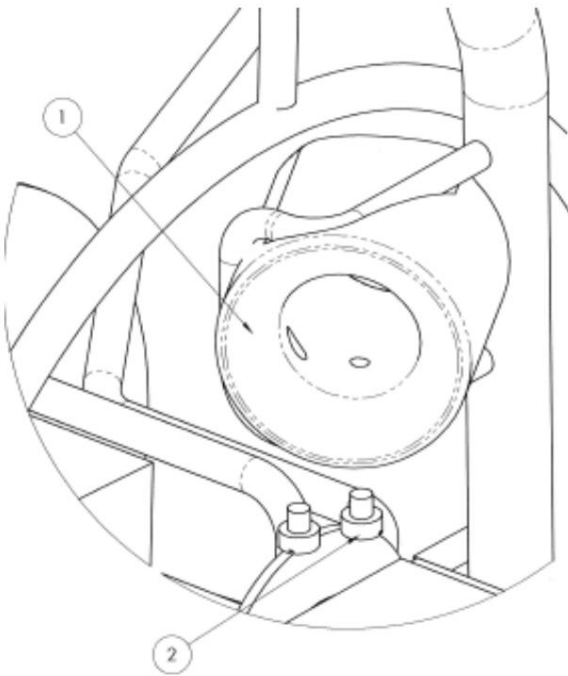

Figure 0.1 Assemblage du guide de tige
**ATTENTION :** L'assemblage du guide de tige (voir la figure 0.1 ci-dessous) doit être examiné régulièrement pour déterminer si un remplacement est nécessaire. Si la tige s'use à travers le guide, elle commencera à s'user à travers la structure métallique. L'usure des composants métalliques du système peut entraîner des risques potentiels pour l'utilisateur (généralement des arêtes vives ou un dysfonctionnement électrique). Des guides de tige de rechange peuvent être achetés et installés par des techniciens en mécanique compétents à l'aide d'un tournevis. Des tiges de rechange et divers composants sont disponibles à l'achat sous forme de kits de réparation.